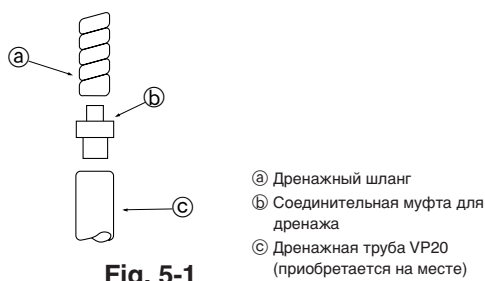

Fig. 5-1
5.1. Прокладка дренажных труб (Fig. 5-1)